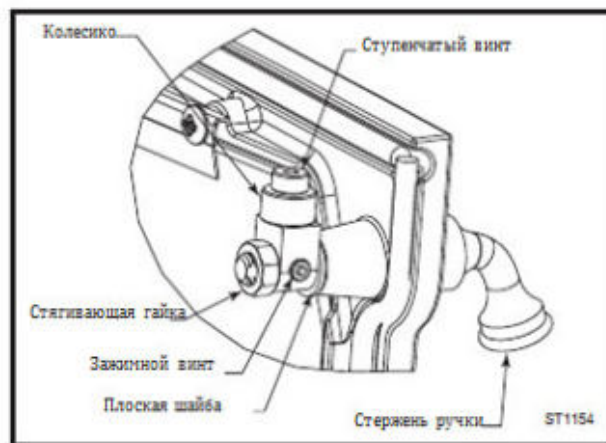

Рис. 33 Для регулировки зажима поверните щеколду и/или открутите плоскую шайбу
1. Открутите стягивающую гайку при помощи ключа (рис. 33).